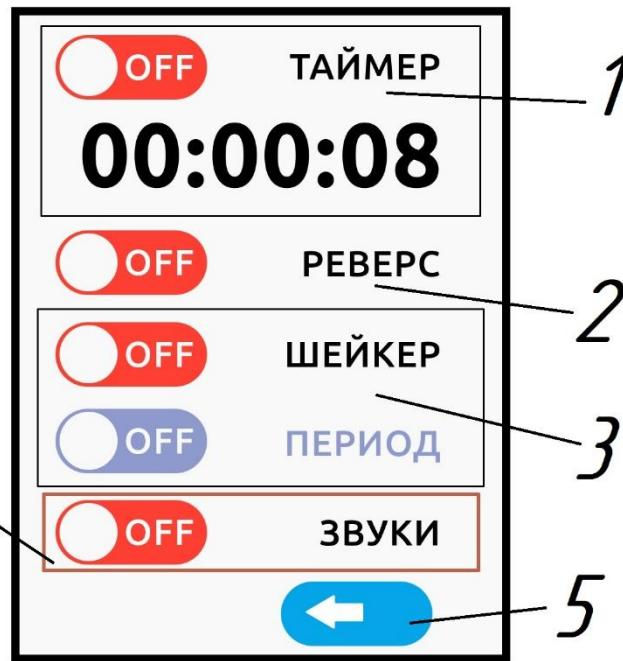

Рис. 3 Меню прибора
9.3.2 Для входа в меню прибора (Рис.3) необходимо нажать на ручку валкодера 4 рис. 1 с удержанием её 3 секунды;
9.3.3 Для отключения системных звуков прибора необходимо перевести движок 4 рис. 3 из позиции  в позицию  ;
9.3.4 Для выхода из меню прибора (Рис.3) необходимо нажать на ручку валкодера 4 рис. 1 с удержанием её 3 секунды или после бездействия прибор через 15 секунд самостоятельно выйдет из меню с установленными настройками.
9.4.2 С помощью ручки валкодера 4 рис. 1 перевести движок 1 рис. 3 из позиции  в позицию .
9.4.8 Для выключения таймера необходимо перевести движок 1 рис. 3 из позиции  в позицию .
9.5.1 Для изменения направления вращения вала прибора необходимо с помощью ручки валкодера 4 рис. 1 перевести движок 2 рис. 3 из позиции  в позицию ;
9.6.2 Для запуска данной опции необходимо войти в «Меню» с помощью ручки валкодера 4 рис. 1 и перевести движок «Шейкер» в окне 3 рис. 3 из позиции  в позицию .
9.6.4 Данная опция включает в себя вращательное движение влево-вправо с заданным периодом (не более 10 секунд). Для включения данной опции необходимо выбрать с помощью ручки валкодера 4 рис. 1. войти в «Меню», перевести движок «Шейкер» в окне 3 рис. 3 из позиции  в позицию  . Далее в том же окне установить период вращения вала, от 1 до 10 секунд, выйти из «Меню» и запустить вращение с помощью нажатия ручки валкодера 4 рис. 1.